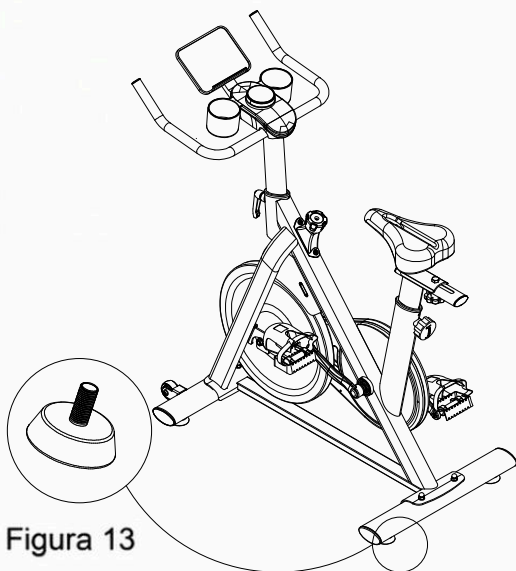

Figura 13
13. Após concluir a montagem, ajuste os pés niveladores manualmente com uma ligeira rotação, se o equipamento estiver instável; consulte a Figura 13.